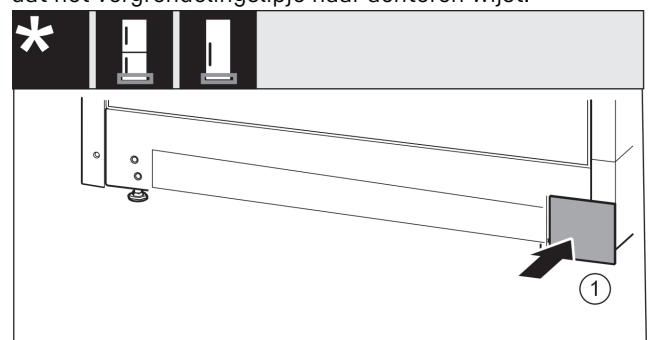

Fig. 17
- ▶ Afdekking Fig. 17 (1) van de andere zijde weer er in steken.